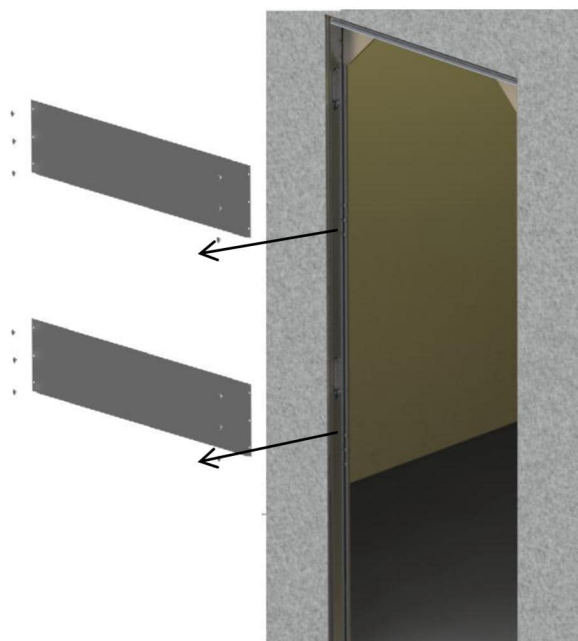

Рисунок 16
6. Демонтаж средних монтажных элементов во время облицовочных работ (рис. 16).